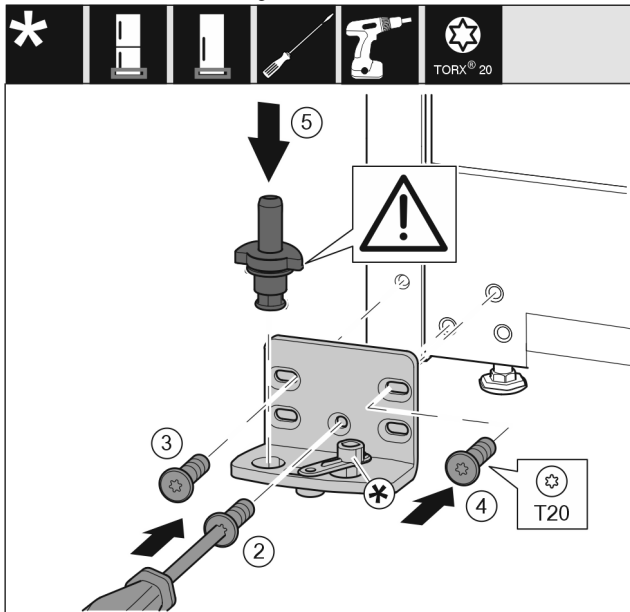

Fig. 13
- ▶ Lagerbus op de andere kant aanbrengen en met behulp van een schroevendraaier T20 vastschroeven. Met schroef 2 onder in het midden beginnen. Fig. 13 (2)
- ▶ Schroef 3 en 4 vastschroeven. Fig. 13 (3,4)
- ▶ Lagerbout volledig aanbrengen. Let op dat de vergrendel nok naar achter wijst. Fig. 13 (5)